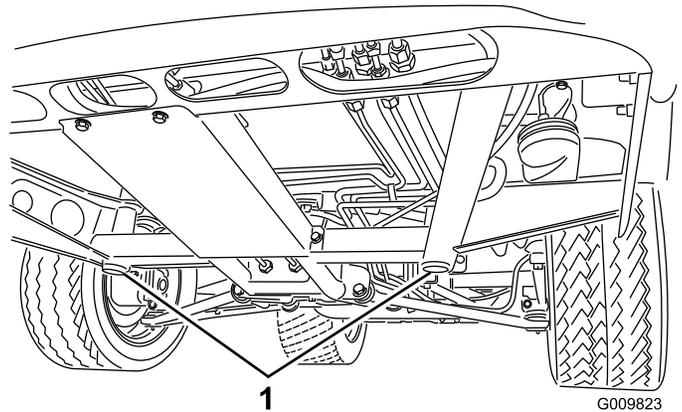
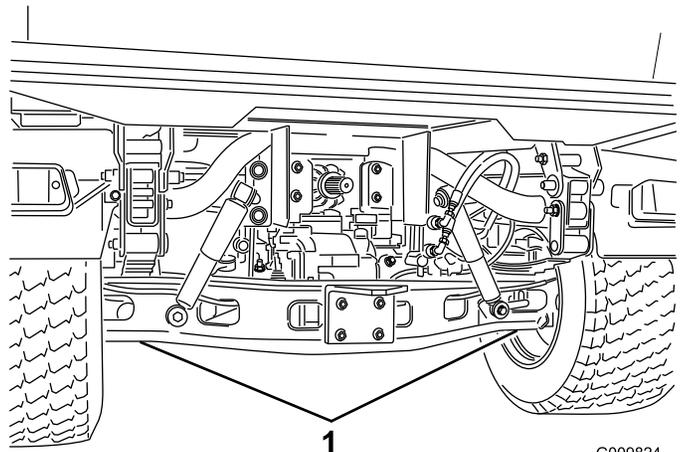

図 35
図 36
- 車両前部のジャッキポイントは前中央のフレームサポート（図 35）、後部のジャッキポイントはアクスル下（図 36）にある。